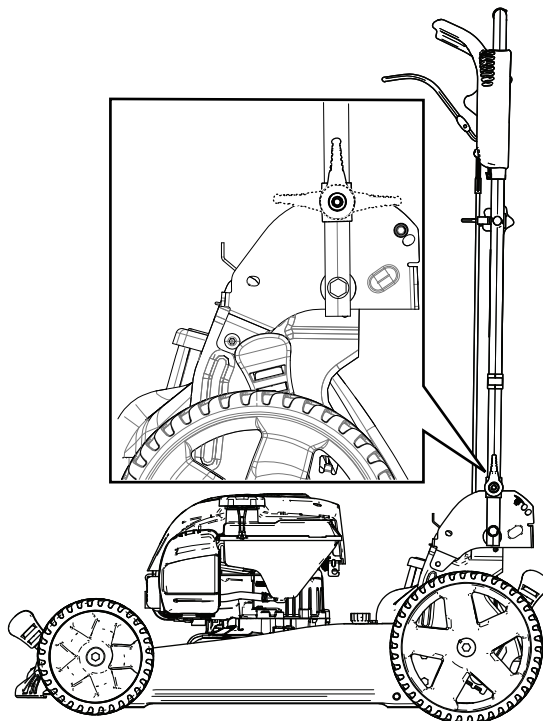

Figura 20
3. Dobre a pega para a frente para a posição vertical ou totalmente para a frente como se mostra na Figura 20.